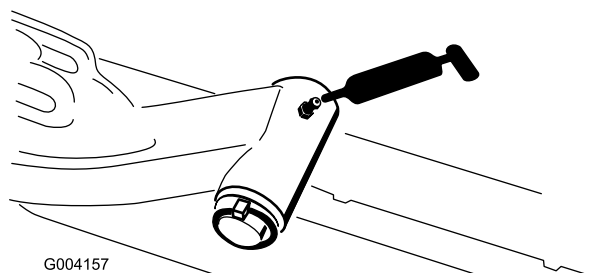

Figure 33
- Axe de pivot des bras de relevage (x 1) (Figure 33)